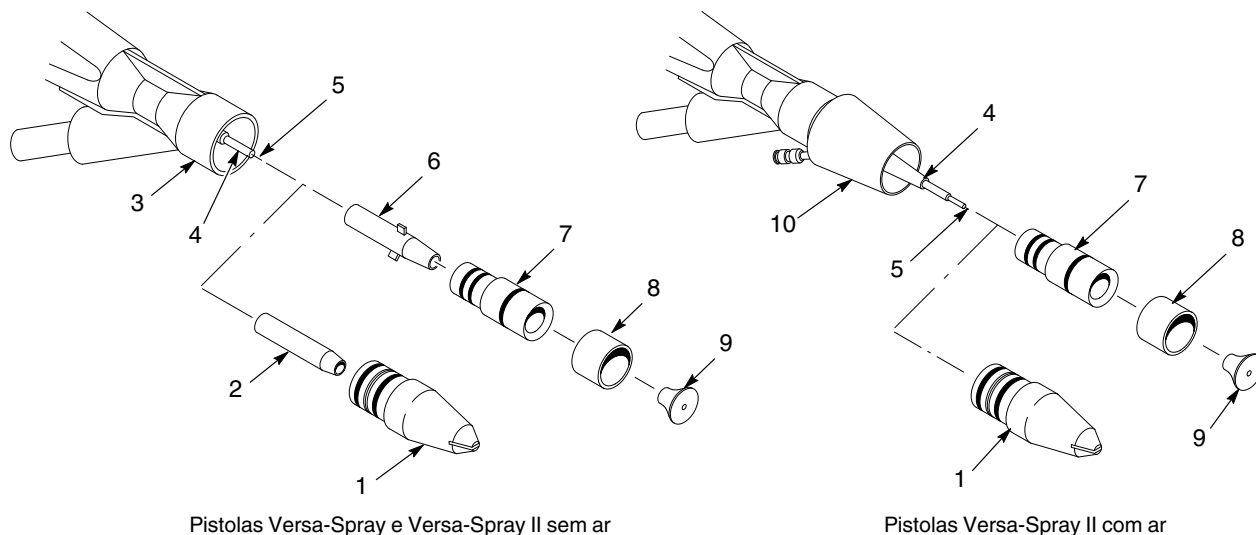

Figura 1 Instalação dos bicos
1. Consulte a figura 1. Puxe o bico existente (1) a direito para fora da pistola.
2. Retire a manga de desgaste (2) a direito para fora da sonda de resistência (4).
3. Enfie a manga de desgaste apropriada (6) por cima da sonda de resistência. Tenha cuidado para não danificar o elétrodo (5).
4. Empurre o bico cônico (7) para a extremidade do corpo de entrada do pó (3) ou da extensão de ar (10).
5. Enfie o ajustador de padrão (8) (se usado) por cima do bico.
6. Empurre o defletor (9) para a extremidade da sonda de resistência. Tenha cuidado para não danificar o elétrodo.